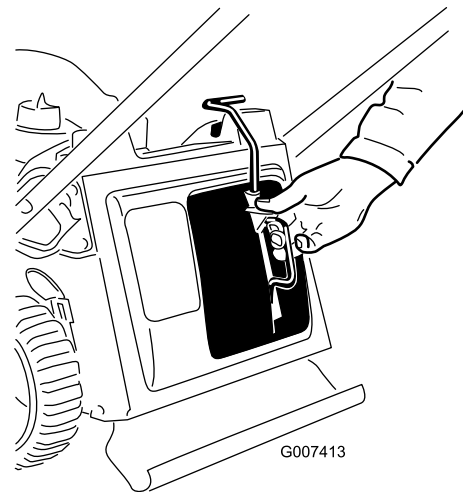

Bild 10
2. Drücken Sie die Taste am Hebel mit dem Daumen und setzen Sie den Mulchverschluss ganz in die Öffnung ein (Bild 10).